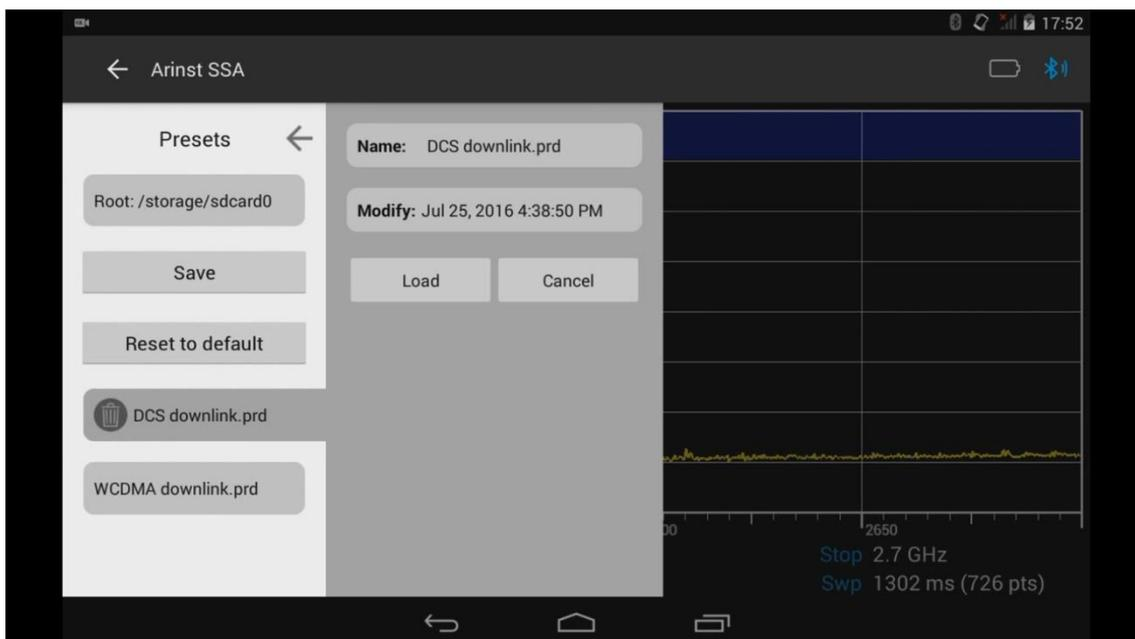

Рисунок 32 – Загрузка пользовательских установок частотных параметров.
- Загрузкой пользовательских установок из меню **Presets** (Рисунок 32).